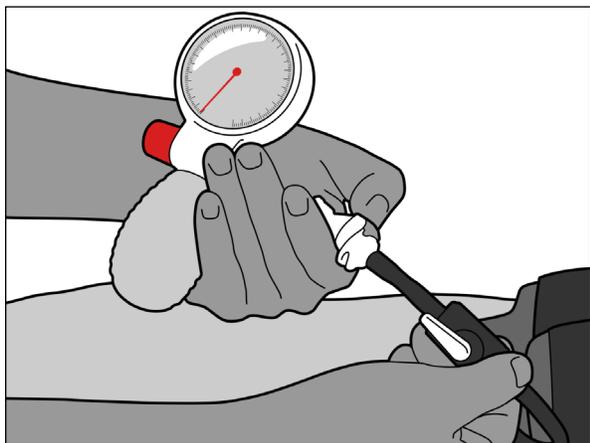

図21
2. クイックディスコネクトフィッティングの灰色のボタンを押して、クイックディスコネクトフィッティングを取り外します (図21)。